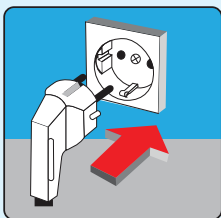

РИСУНОК 13
- Вставьте вилку холодильника в розетку с переменным током 220-240 в/50 Гц, которая установлена согласно правилам (Рисунок 13)